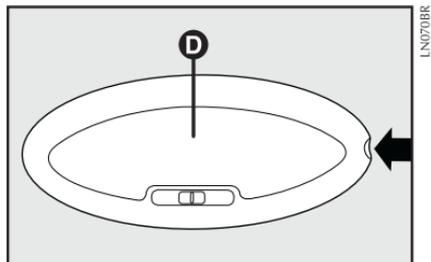
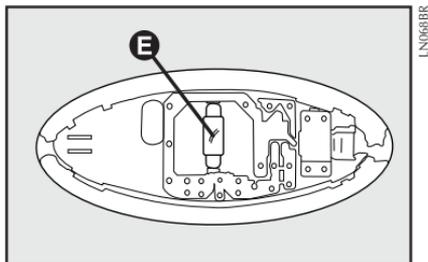

fig. 32
fig. 33
CONJUNTO DE LUZ INTERNA TRASERA - fig. 32 y fig. 33
- recolque el plafón **D-fig. 32** en su alojamiento, comprobando el bloqueo.